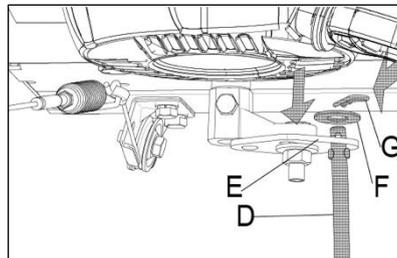

Рис. 7
Вставьте угловую часть штока управления приводом (D) в отверстие рычага привода (E) для соединения с коробкой передач, и закрепите соединение с помощью шайбы (F) и шплинта (G) (Рис.7).